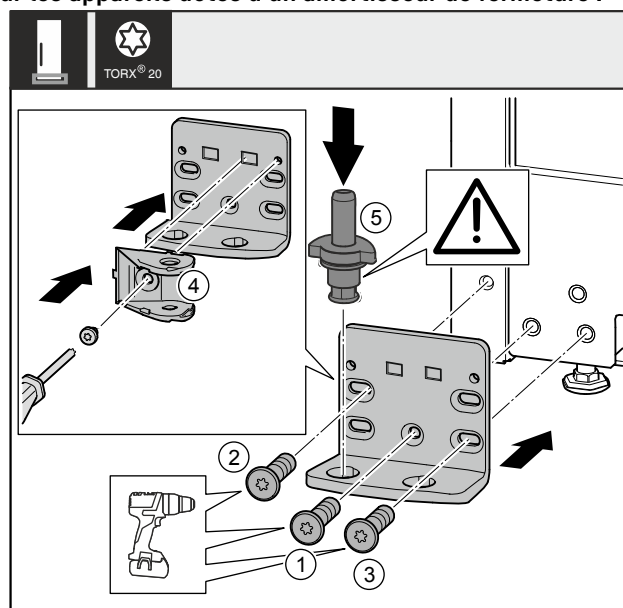

Fig. 37 *
- Placer le support de palier de l'autre côté et le visser avec un tournevis. Commencer par la vis Fig. 37 (1) en bas au milieu.*
- Serrer la vis Fig. 37 (2) et la vis Fig. 37 (3)*
- Tourner la liaison de l'amortisseur de fermeture Fig. 37 (4) de 180°. Le visser de l'autre côté du support de palier avec un tournevis.*
- Insérer complètement l'axe de palier Fig. 37 (5). Veiller à ce que l'ergot soit orienté vers l'arrière.*